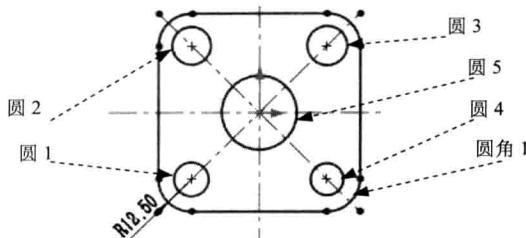
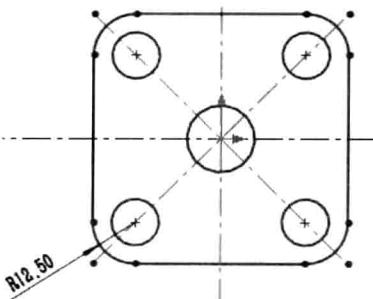

图 4.5 绘制的圆
图 4.6 添加几何约束
(4) 绘制圆。选择下拉菜单 **工具(T)** → **草图绘制实体(S)** → **圆(C)** 命令，在图形区中绘制图 4.5 所示的圆。
**Step 4** 添加几何约束。按住 Ctrl 键，选择图 4.5 所示的圆 4 与圆角 1。系统弹出“属性”对话框，在**添加几何关系**区域单击 **同心(O)** 按钮。同理，添加其他几个圆与圆角的同心约束。按住 Ctrl 键，选择圆 1、圆 2、圆 3、圆 4，系统弹出“属性”对话框，在**添加几何关系**区域单击 **相等(=)** 按钮。按住 Ctrl 键，选择圆 5 与原点，系统弹出“属性”对话框，在**添加几何关系**区域单击 **重合(D)** 按钮。约束后的图形如图 4.6 所示。